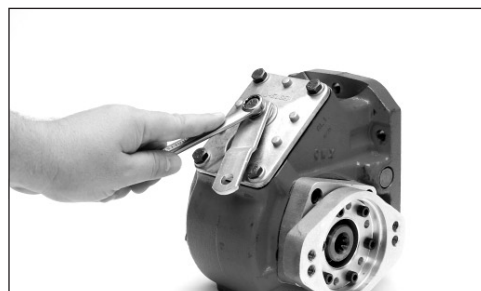

Fig. 7
11. Será necesario girar la palanca de cambio de la PTO 180° de la posición en que normalmente está colocada (Fig. 7 y 8).